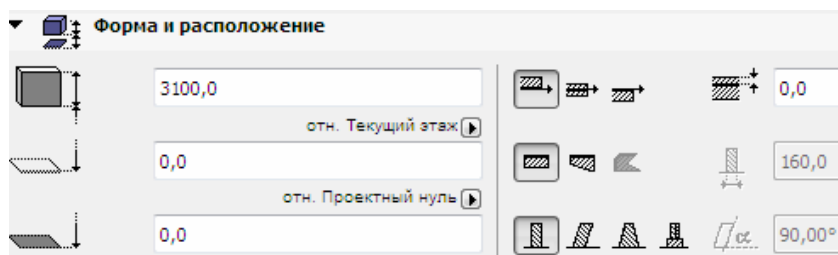

Рис. 58
1. Дважды щелкните инструмент **Стена** и измените в диалоговом окне параметры стены так, чтобы они соответствовали заданию. В приведенном примере для одной из внутренних стен это: стена кирпичная толщиной 380 мм, высотой 3100 мм, с привязкой осевой линии по центру и оштукатуренная с двух сторон белой гипсовой штукатуркой (рис. 58). В **Избранном** она сохранена под именем как **Внутр. стена(1.5 кирпич)**.